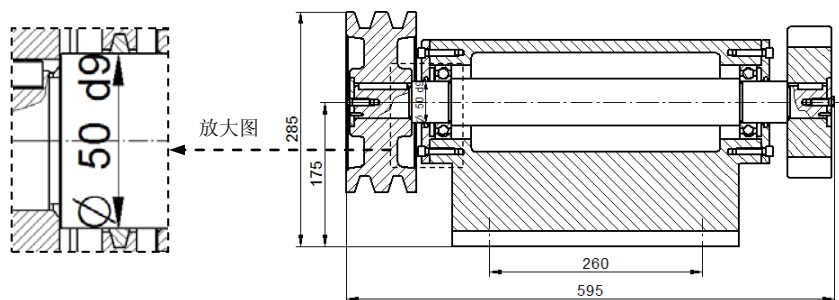

图 10.5.24 标注主视图尺寸 2
- (2) 单击“智能尺寸”命令条中的“前缀”按钮 ，在系统弹出的“尺寸前缀”对话框中单击 **前缀** 下面的文本框，然后单击  按钮，添加直径符号。单击“尺寸类型”按钮 ，然后在弹出的下拉菜单中选择 **h7** 类选项，在适合类型下拉列表中选择 **适合** 选项，在轴的下拉列表中选择 **轴** 选项，然后标注图 10.5.24 所示的尺寸。